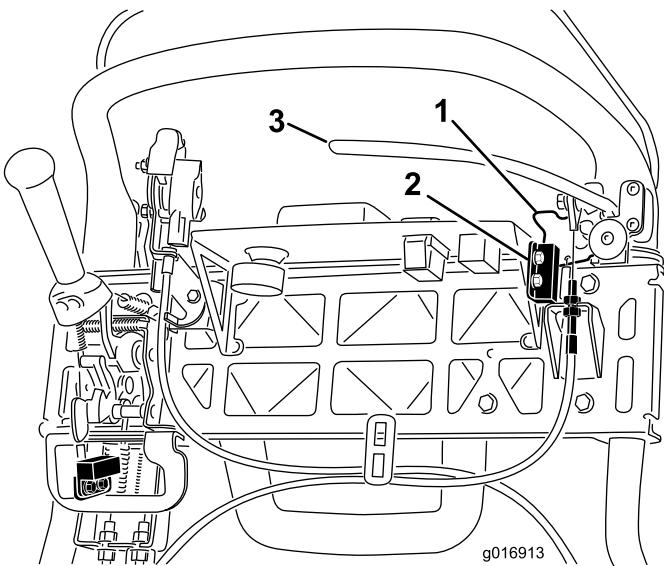

Figure 39
- Desserrez les fixations du contacteur de sécurité (Figure 39).
- Placez une cale de 1,6 mm d'épaisseur entre le verrou du frein de stationnement et le contacteur de sécurité (Figure 39).